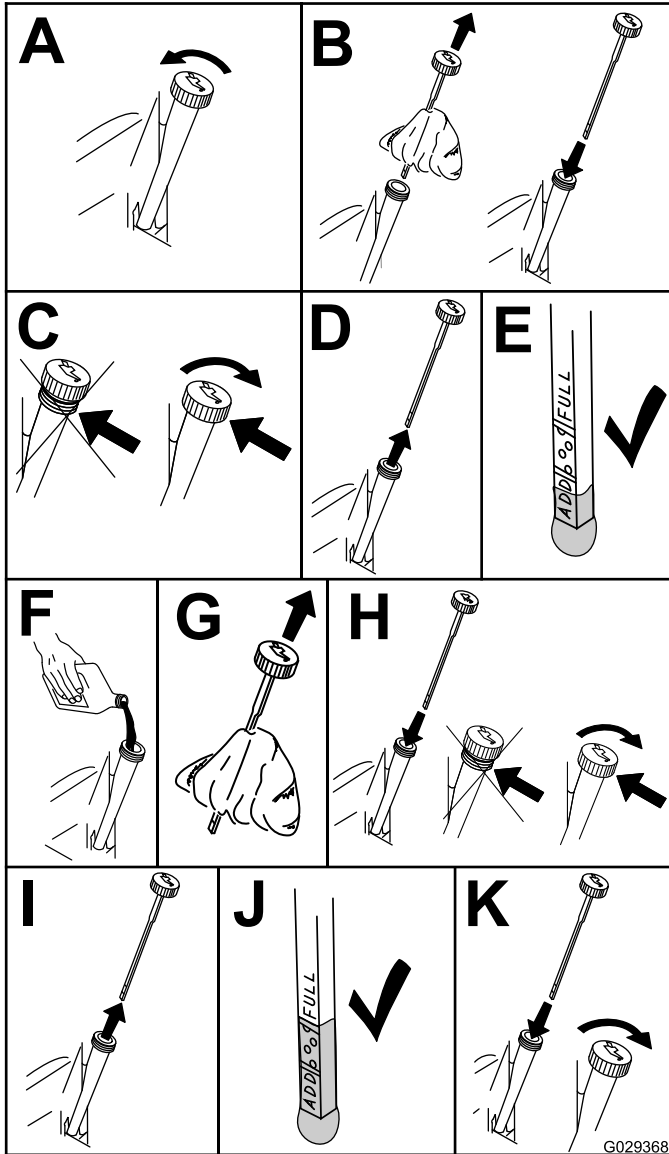

Bild 34
- Prüfen Sie den Ölstand im Motor (Bild 34).